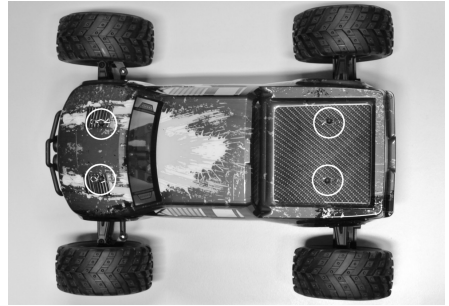

Figure 2
- Le régulateur de compensation « STEERING TRIM » (fig. 2, pos. 8) doit se trouver en position centrale pour la direction. Ici les roues sont parallèles au châssis du véhicule. Un réglage de précision du régulateur de compensation pour la direction a lieu plus tard lorsque la voiture commence à rouler.